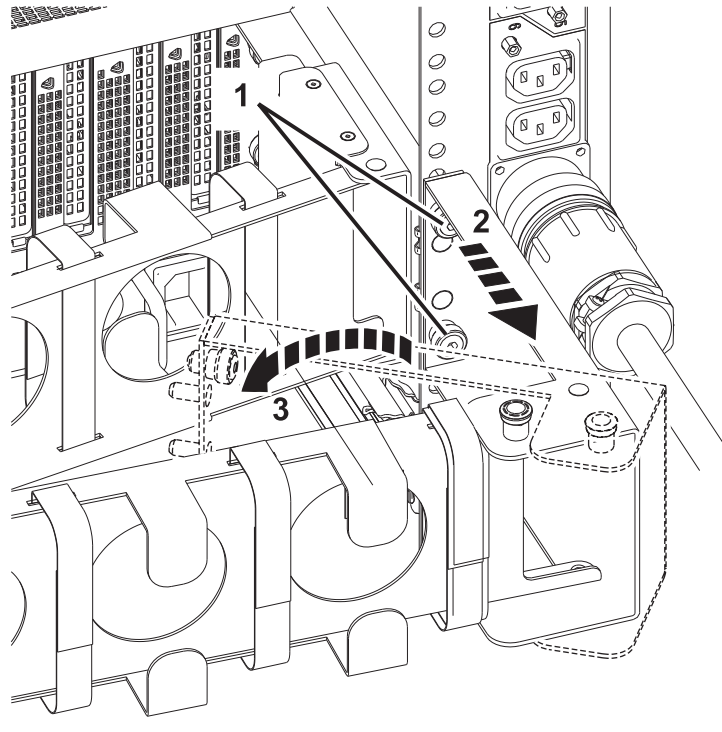

Figura 22. Pasos para proporcionar espacio del cable de línea en un sistema completo del todo
- b. Desde la parte posterior del bastidor, afloje (pero no elimine) los tornillos de cabeza (1). Consulte Figura 22.
- c. Tire de la pieza del brazo portacables hacia usted (2). Consulte Figura 22.
- d. Haga pivotar la pieza del brazo portacables para que haya espacio (3). Consulte Figura 22.